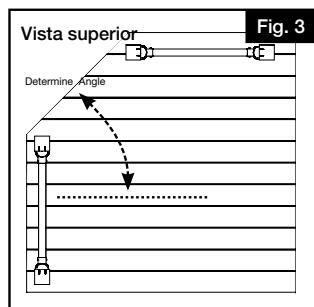

Fig. 3
1. Después de instalar los postes, determine el ángulo del barandal (Fig. 3).
- b. Ensamble el tramo de barandal de escalera encajando los barrotes en el travesaño inferior (Fig. 3).